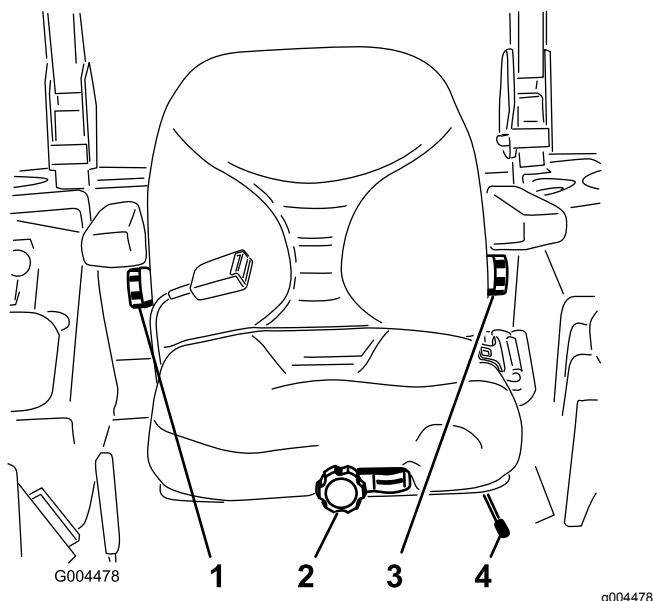

Figura 54
1. Per regolare, spostate lateralmente la leva e sbloccate il sedile (Figura 54).
A sedile vuoto, girate la manopola anteriore nella direzione opportuna, fino ad ottenere il migliore comfort (Figura 54).
Per spostarlo, girate nella direzione opportuna la manopola situata sotto il bracciolo destro, fino ad ottenere il migliore comfort (Figura 54).
Per spostarlo, girate nella direzione opportuna la manopola situata sotto il bracciolo sinistro, fino ad ottenere il migliore comfort (Figura 54).